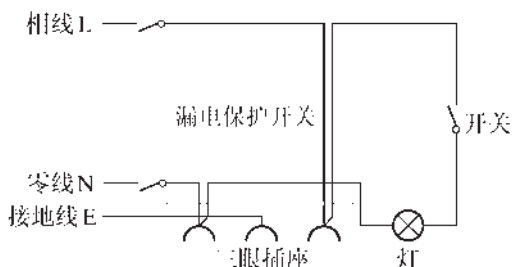
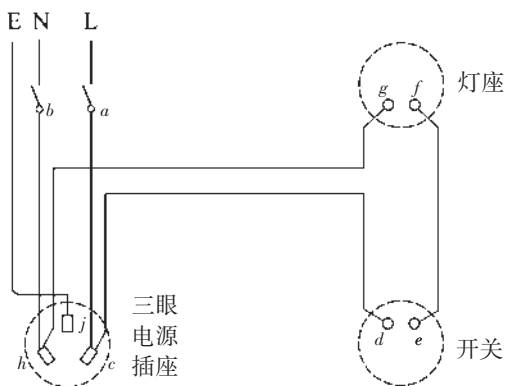

图 1-59 线路图
图 1-60 安装示意图
(1) 识读线路图(图 1-59)及安装示意图(图 1-60),图中字母 a 、 b 、 c 、 $\dots$ 、 h 、 j 等表示安装线路时的导线连接点。
开关是控制器件,是用来控制灯的,其两根接线柱,一根接相线,另一根接灯座。图 1-60 中,开关的接线柱 d 接相线,接线柱 e 接灯座接线柱 f 。
连接五眼插座时,只要连接好其中三眼插座的三根接线柱即可(五眼插座的内部,两眼插座已与三眼插座连接好了,可用多用表检查一下)。三眼插座的三根接线柱分别为相线 L、零线 N 和接地线 E,注意不能接错。图 1-60 中,接线柱 c 接相线,接线柱 h 接零线,接线柱 j 接接地线。
这里使用的灯座是螺口平灯座,有两根接线柱,一根与开关相连,另一根与零线相连。图 1-60 中,灯座的接线柱 f 接开关接线柱 e ,接线柱 g 接零线。注意:在螺口灯座中,零线必须连螺旋部分,相线必须接中心端。
以图 1-60 为基础,在通电情况下,若照明电路出现断路故障(如灯泡不亮),可在通电状态下用试电笔来检查故障所在位置。
(1) 先检查电源是否有电。用试电笔测 L 端,若氖泡亮说明电源有电,氖泡不亮说明电源没电。
(2) 再用试电笔分别测灯座两个接线柱(图 1-60 中 f, g)。若氖泡一亮一不亮,说明线路正确,灯泡不亮应是灯泡损坏,或灯座中心柱弹簧舌片未触及灯泡。
(3) 若氖泡全亮,说明相线到开关线正确,而零线断开了,此时应顺着零线走向用试电笔逐点(图 1-60 中 g, h, b)检测。
(4) 若氖泡全不亮,说明相线或开关线有断点,应顺着相线及开关线走向用试电笔逐点(图 1-60 中 f, e, d, c, a)检测。
(5) 测试 f, g 点需将灯座的绝缘保护套旋开(应在断电时操作)。注意安全,防止触电。